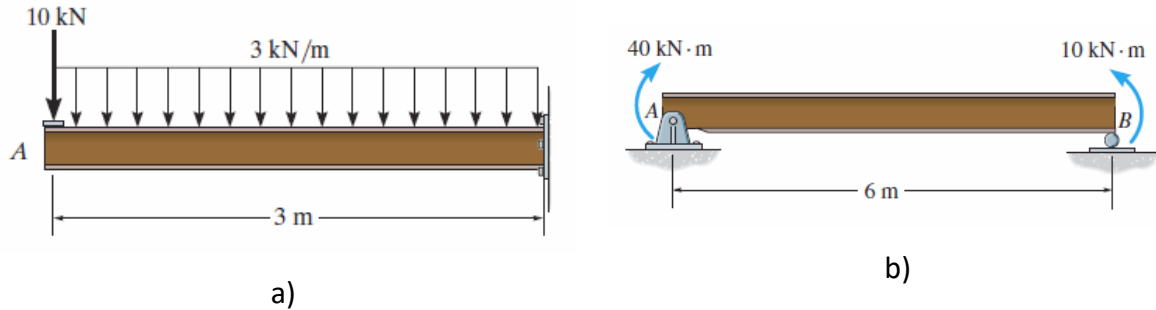

Figura 4.25
4.9.1 Determine o deslocamento vertical máximo das vigas da Figura 4.25.